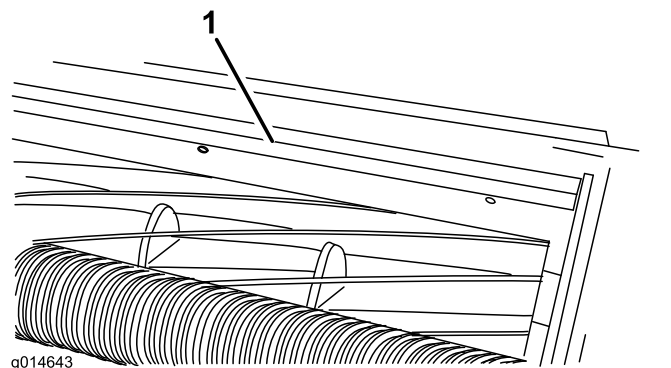

Figura 9
1. Slăbiți uruburile care fixează bara superioară (Figura 9) de unitatea de tăiere.